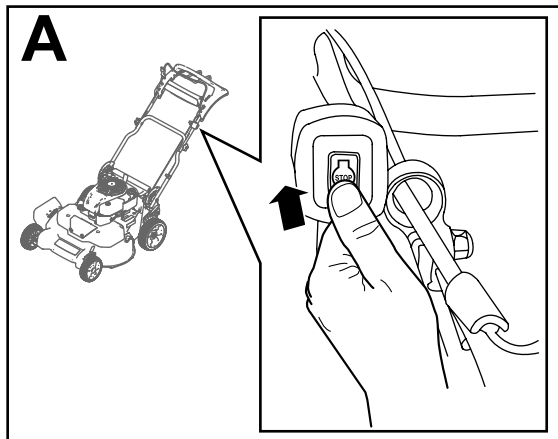

Bild 18
1. Drehen Sie den Zündschlüssel in die Aus-Stellung (A in Bild 18).
2. Wenn der Motor abgestellt ist, ziehen Sie den Zündschlüssel ab und nehmen ihn mit, wenn Sie sich von der Maschine entfernen (B in Bild 18).